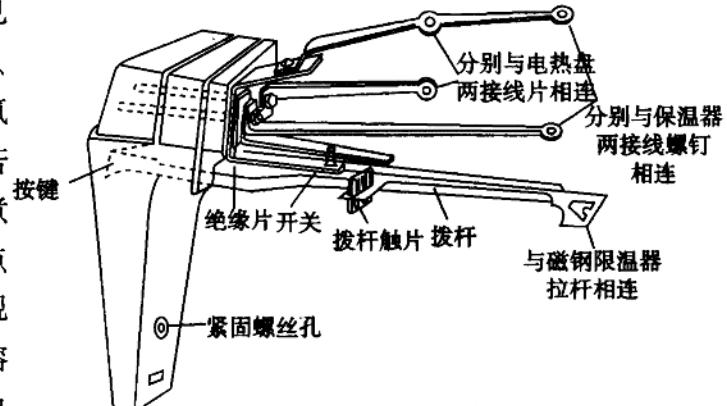

图 1-4-4 开关组件
(4) 观察开关组件：见图 1-4-4，观察开关的动、静触点表面是否氧化（氧化时呈暗黑色或焦黑），若氧化不导通会造成不能煮饭，可用细砂纸打磨触点至呈半圆形的银亮色。观察开关动、静触点是否熔结焊死，若熔结会造成电饭煲烧焦饭的故障。可用工具分开动、静触点，并用细砂纸打磨修复好。观察按键压下时，开关动、静触点是否接触良好；按键拔起时，开关动、静触点应能分开。若不正常，可用尖嘴钳夹持触点的弹簧片弯曲处的根部进行校正，校正后再检验直至正常为止。
(2) 按图 1-4-7，重点观察开关组件、保温器、磁钢限温器的位置和固定方式，特别观察开关组件各引线片的接法并做好记录（参见图 1-4-4），弄清电路走向。
(3) 观察电饭煲接地装置：从电热盘及接地铜片紧固螺丝→开关组件接地引线片→插座的金属接地簧片→电源线连接器的金属片→电源线插头的接地脚→市